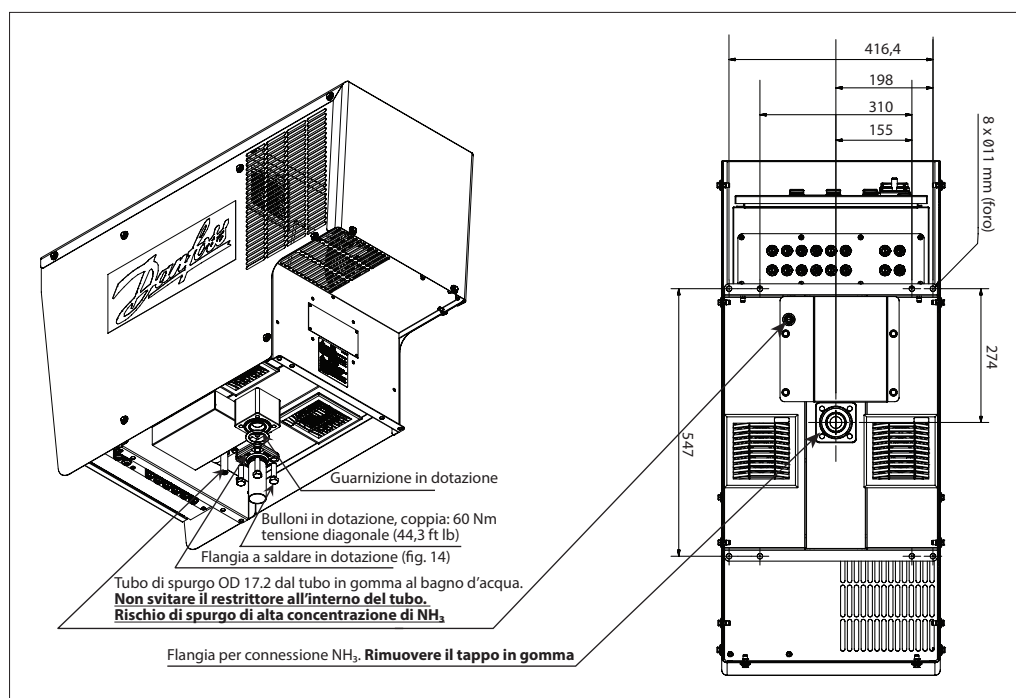
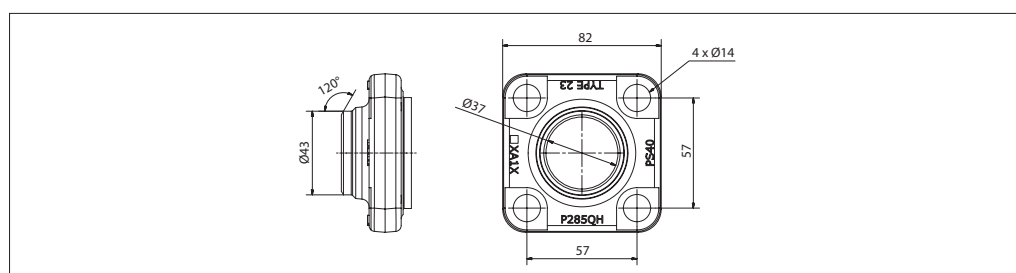

Fig. 13 Connessione ammoniacca
Fig. 14 Flangia a saldare in dotazione
1. Preparare le tubazioni per ammoniaca con la flangia a saldare conformemente alla Fig. 13 e Fig. 14. Le tubazioni principali/di scarico non devono mai essere di dimensioni ridotte rispetto al diametro interno Ø37 mm (1,5 in).
3. Sollevare l'unità di spurgo in posizione utilizzando i golfari di sollevamento posti su ciascun lato dell'armadietto dell'unità di spurgo. **Rimuovere la spina in gomma dall'apertura della flangia. Vedere Fig. 13.**